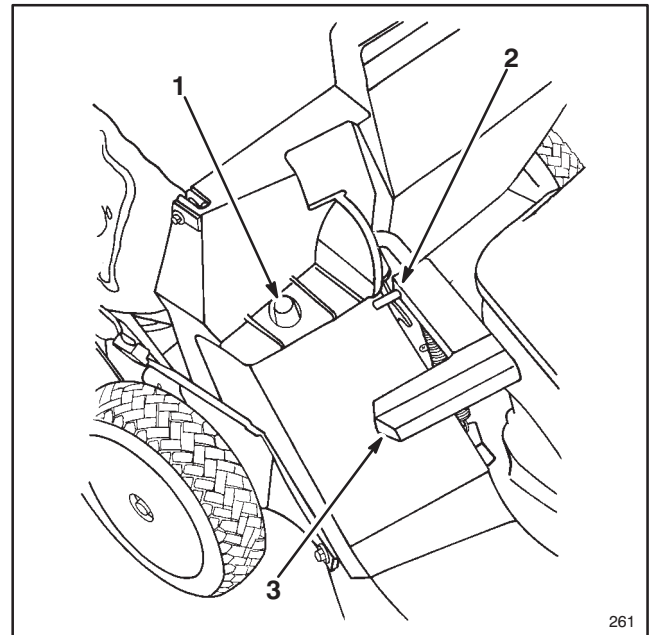

Abbildung 13
2. Sicherstellen, daß sich Griff der Auswurfklappe in vorderster Stellung befindet und der Stift in der Klinke eingerastet ist (Abb. 13).
3. EINSETZEN DES SACKS—Öffnung in der Sackhalterung auf den Stift auf dem Mähergehäuse schieben (Abb. 13) und hinteren Teil der Sackhalterung auf unteren Holm aufsetzen.
5. ENTLEEREN DES SACKES—Motor abstellen und warten, bis alle Teile stillstehen. Griff der Auswurfklappe nach oben bewegen und ihn nach vorne schieben, damit der Sperrstift in die Klinke einrasten kann (Abb. 13). Griff vorne und hinten am Sack festhalten und Sack vom Mäher abheben. Behutsam den Sack nach vorne kippen, um das Schnitgut auszuleeren.